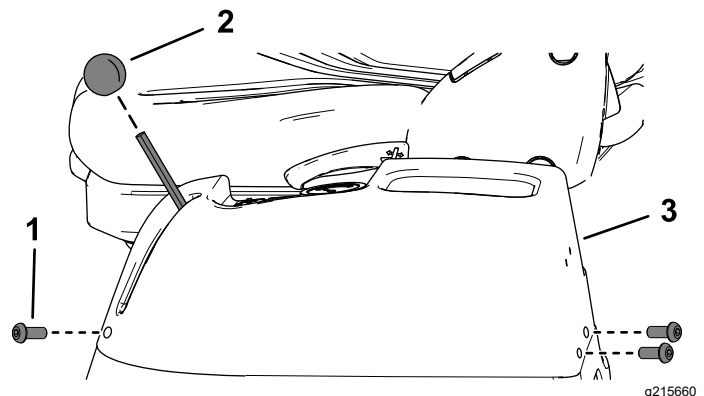

Bild 74
4. Nehmen Sie die drei Innensechskantschrauben von der linken Konsole ab (Bild 74).
5. Nehmen Sie das Gasbedienungshandrad ab (Bild 74).
6. Nehmen Sie die linke Konsole ab und legen sie zur Seite (Bild 74).